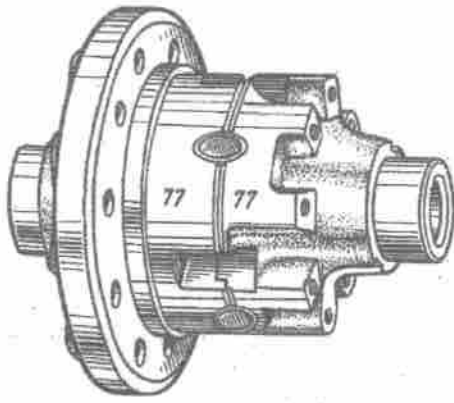

Bild 158. Einbau der linken und rechten Ausgleichkorbhälfte: (die Nummern beider Hälften müssen zusammenfallen)
6. In rechte Ausgleichkorbhälfte das mit der Anschlagsscheibe zusammengebaute Achswellenrad einsetzen. Achswellenrad festhalten, rechte Ausgleichkorbhälfte derart auf links aufsetzen, daß die laufenden Nummern beider Hälften zusammenfallen, und in dieser Stellung zusammenschrauben (Bild 158).